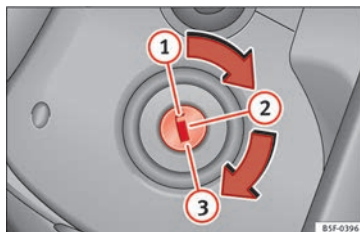

Fig. 198 Positions de la clé du véhicule.
Clés du véhicule » fig. 198
3.	Uniquement sur les véhicules équipés d'un moteur diesel : pour effectuer le préchauffage, tournez la clé dans le contact-démarrreur sur la position » » fig. 198 ②. Le témoin s'allume sur le tableau de bord » ».